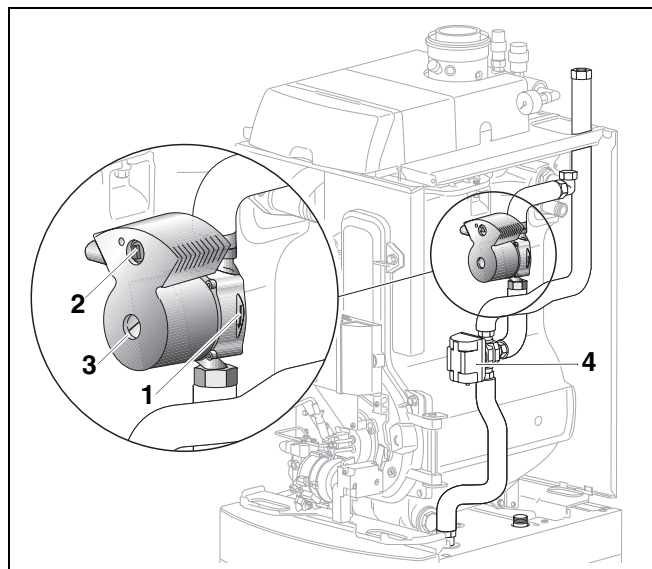

Abb. 21 Umwälzpumpe
- Stellen Sie die Umwälzpumpe auf mittlere Einstellung (Abb. 21, **Pos. 2**).
Wird die Pumpe auf eine kleinere Stufe eingestellt, reduziert sich der Warmwasserkomfort (Abb. 21, **Pos. 2**).